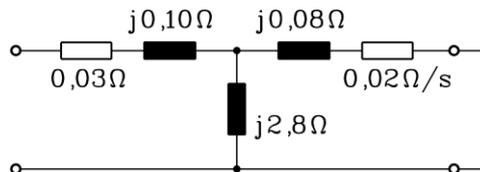

Bild 1: T-Ersatzschaltbild je Strang des gewählten Käfigläufer-Asynchronmotors
Für den Antrieb eines Gebläses zum zentralen Abzug von Rauchgasen in einer chemischen Fabrik ist ein Käfigläufer-Asynchronmotor beschafft worden. Von der ausgewählten Asynchronmaschine für 630 kW mit Kurzschlussläufer sind die Impedanzen pro Strang laut Bild 1 für 50 Hz bekannt. Die Polzahl  $2p$  ist 4.
- 5) Wie groß sind die Nenndrehzahl und die mechanische Abgabeleistung, wenn neben den *Joule*'schen Verlusten gemäß Bild 1 keine weiteren Verluste berücksichtigt werden? Wie groß ist der Motorwirkungsgrad?